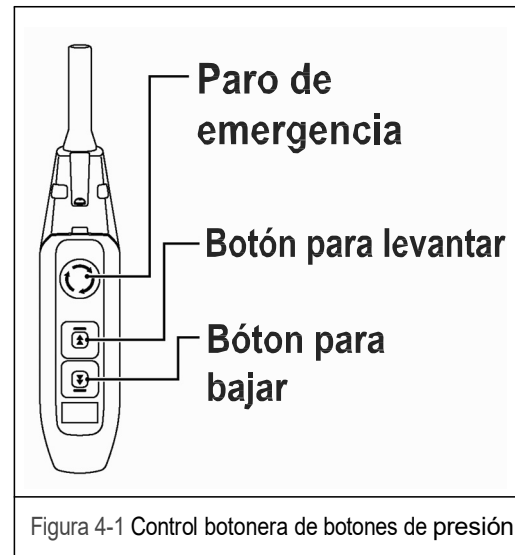

Figura 4-1 Control botonera de botones de presión
- 4.3.2 Botón de paro de emergencia – Oprima el botón de paro de emergencia para efectuar un paro de emergencia y bloquear los controles de movimiento del polipasto o restablecer el VFD como se muestra en la Figura 4-1. Gire el botón de paro de emergencia a la derecha para desbloquear los controles y permitir la operación del polipasto. Aparecerá “Hbb” en la pantalla del VFD de la unidad de doble velocidad cuando se oprime el botón de paro de emergencia.
- 4.3.3 Control botonera de una velocidad sencilla - Cuando use el control botonera oprima el botón hacia arriba para levantar la cadena/gancho de carga del polipasto o el botón hacia abajo para bajar la cadena/gancho de carga del polipasto como se muestra en la Figura 4-1. Para detener el movimiento suelte los botones.
- 4.3.4 Control botonera de doble velocidad – Los controles botoneras proporcionados con polipastos de doble velocidad tienen botones de control de dos pasos. Para la velocidad baja oprima el botón hasta el primer paso y para velocidad alta oprima totalmente el botón hasta el segundo paso. Use el botón hacia arriba para levantar la cadena/gancho de carga del polipasto o el botón hacia abajo para bajar la cadena/gancho de carga del polipasto como se muestra en la Figura 4-1. Para detener el movimiento suelte los botones.